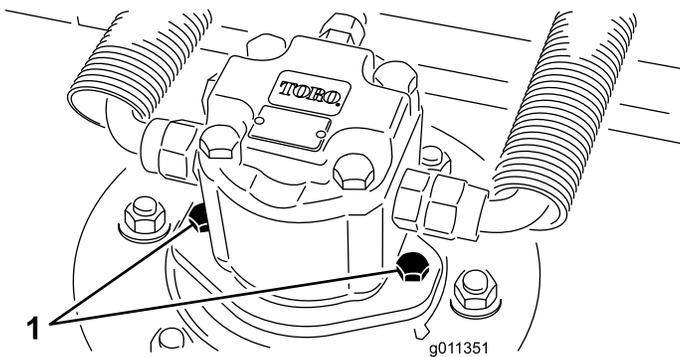

Figura 85
2. Desligue e retire o motor hidráulico da unidade de corte (Figura 85). Cubra a parte superior do eixo para não o sujar.
3. Instale o motor hidráulico na unidade de corte (Figura 85). Verifique se o anel de retenção está posicionado corretamente e não está danificado.